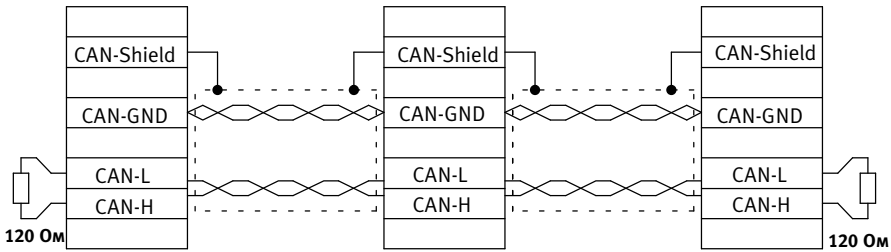

Fig. 2.1 Пример кабельного подключения
- Отдельные узлы сети, как правило, соединяются друг с другом линейно, так, чтобы происходило шлейфование кабеля CAN от контроллера к контроллеру (→ Fig. 2.1).